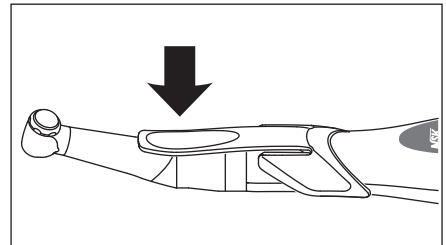

Fig. 8
- 3) Pulse el botón de POTENCIA durante más de dos segundos para el encendido, pulse la porción marcada con una flecha, tal y como se muestra en la Fig. 8 y confirme que la pieza de mano del motor gira adecuadamente.